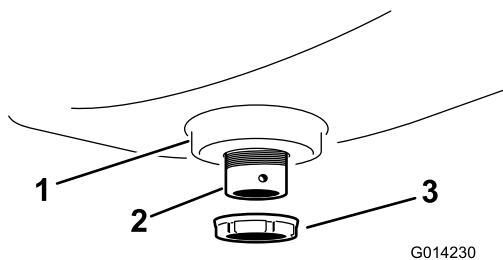

Bild 4
5. Befestigen Sie das Schottanschlussstück mit einer Flügelmutter aus Kunststoff am Spülbehälter (**Bild 4**).